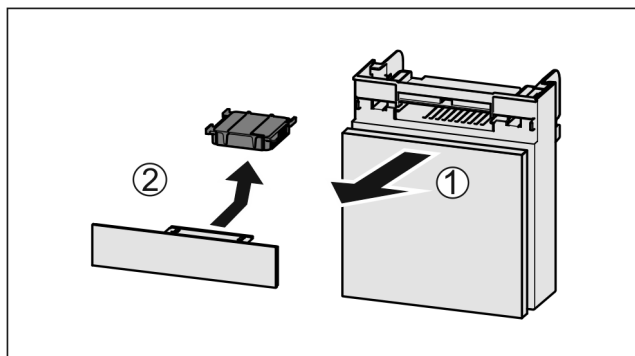

Fig. 142
- Predal izvalcite Fig. 142 (1) naprej.
- Odstranite Fig. 142 (2) aktivni ogljeni filter.